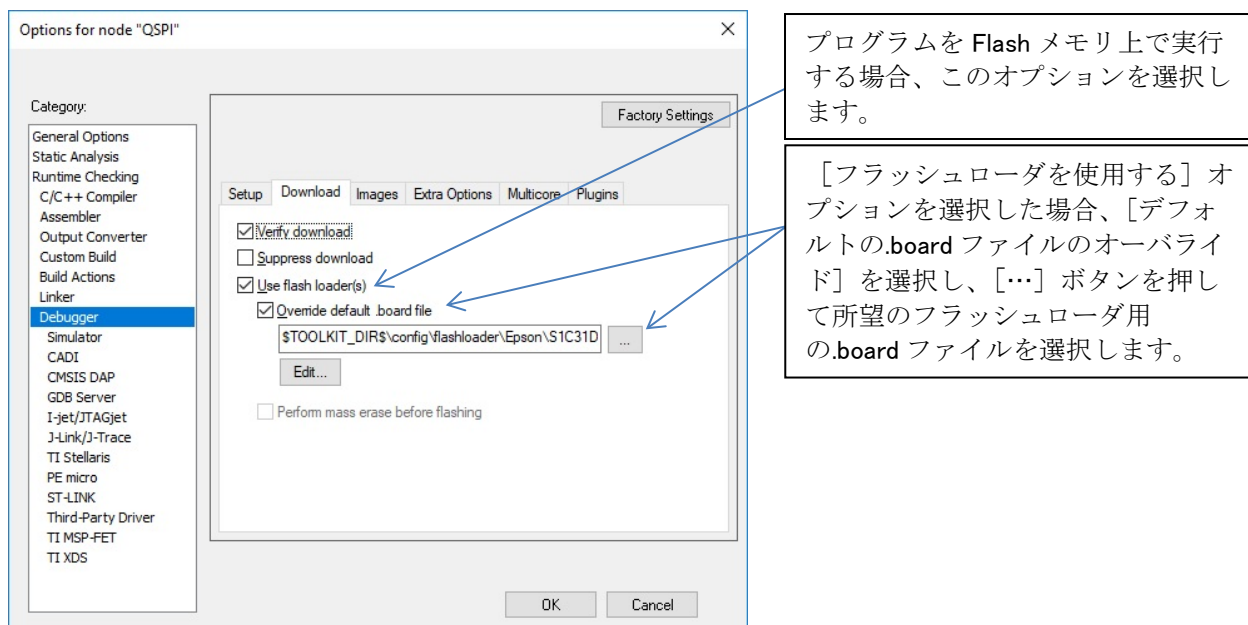

図 2.3.5.1 フラッシュローダの設定
- 表示されたダイアログの [カテゴリ] リストから [デバッグ] を選択します (図 2.3.5.1)。
- [ダウンロード] タブを選択します (図 2.3.5.1)。
- [フラッシュローダを使用する(U)] のチェックを無効にします (図 2.3.5.1)。
- [フラッシュローダを使用する(U)] のチェックを有効にします (図 2.3.5.1)。
- [デフォルトの.board ファイルのオーバーライド] のチェックを有効にします (図 2.3.5.1)。
- [...] ボタンをクリックし、.board ファイルとして“S1C31D5x\_int.board”を選択します (図 2.3.5.1)。